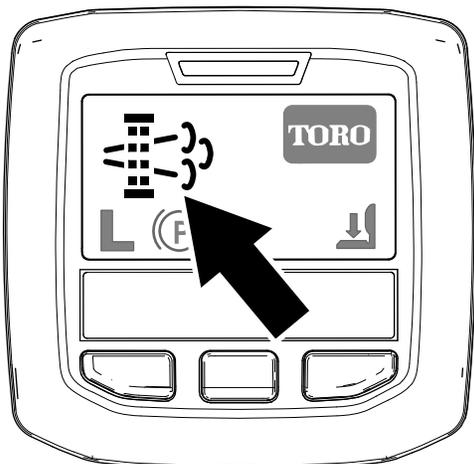

Рисунок 41
- Значок запроса регенерации с парковкой отображается на дисплее инфо-центра (Рисунок 41).